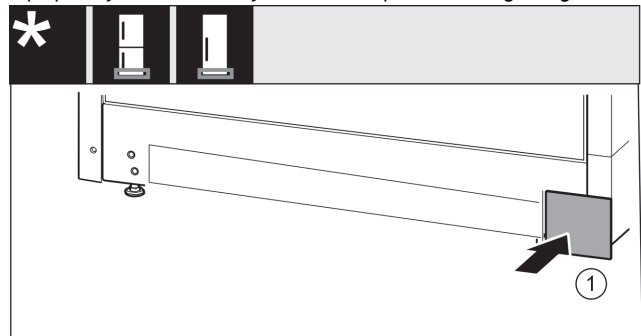

Fig. 18
- ▶ Ponovno natakните pokrov na drugu stranu. *Fig. 18 (1)*